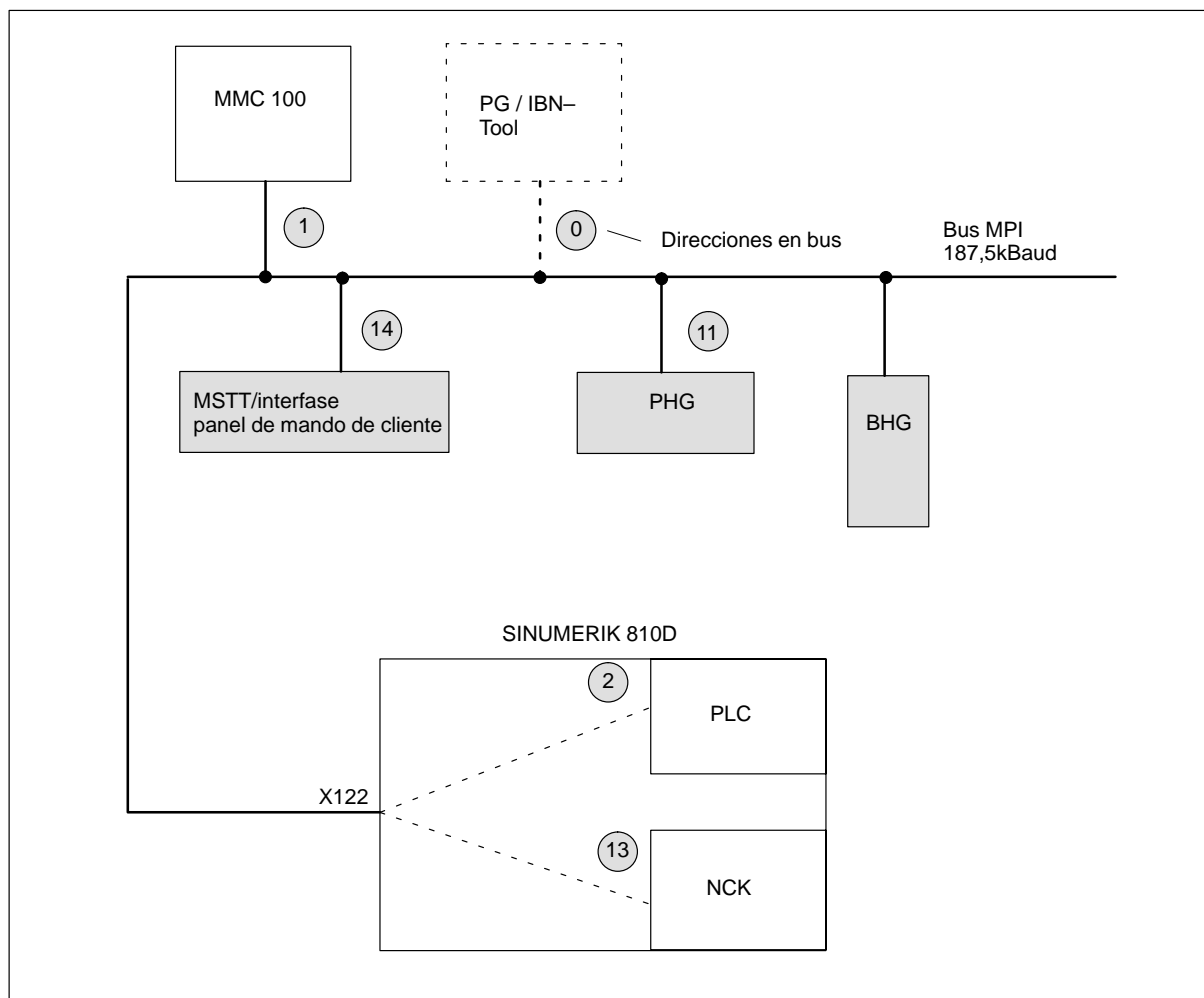

Figura 3-5 Ejemplo de configuración de MSTT (ó PHG) con el SINUMERIK 810D
2. Entrar las áreas de datos para la recepción o la emisión de la figura 3-5.